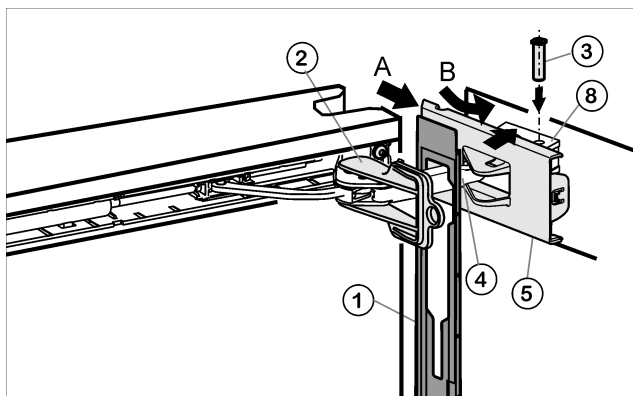

Fig. 16
- Krytku Fig. 16 (1) zavěste na třmenu tlumiče Fig. 16 (4) tak, že zajišťovací háčky ukazují dopředu a přední strana ke spotřebiči.
- Kryt Fig. 16 (5) nasuňte zvenku (A) a sklopte přes ložiskový díl Fig. 16 (8) (B).
- Kryt Fig. 16 (5) nasadte a nechte zaklesnout do první zarážky.
- Třmen tlumiče Fig. 16 (4) přitáhněte k ložiskovému dílu a čep Fig. 16 (3) vložte shora tak, aby čtyřhran seděl v prohlubni.
- Kryt Fig. 16 (5) nyní nechte úplně zaklesnout do ložiskového dílu Fig. 16 (8).
- Pojistku Fig. 16 (2) vytáhněte otočením.
- Krytku Fig. 16 (1) nasuňte na dveře a zatlačte.